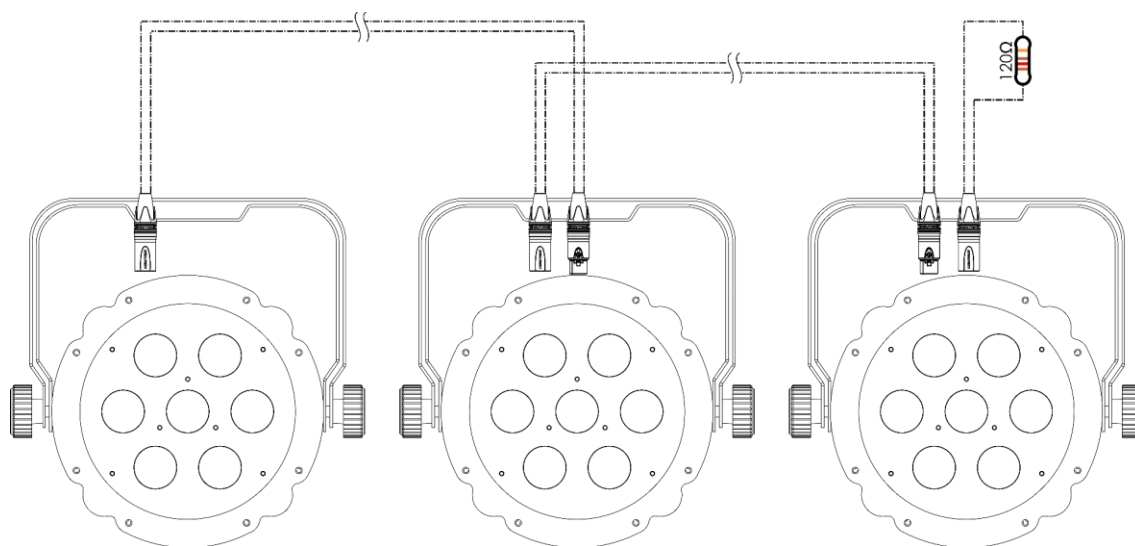

Fig. 10
- 02) Répétez l'étape 1 pour connecter tous les appareils (voir fig. 10). Le rôle d'appareil maître sera automatiquement attribué au premier appareil connecté.